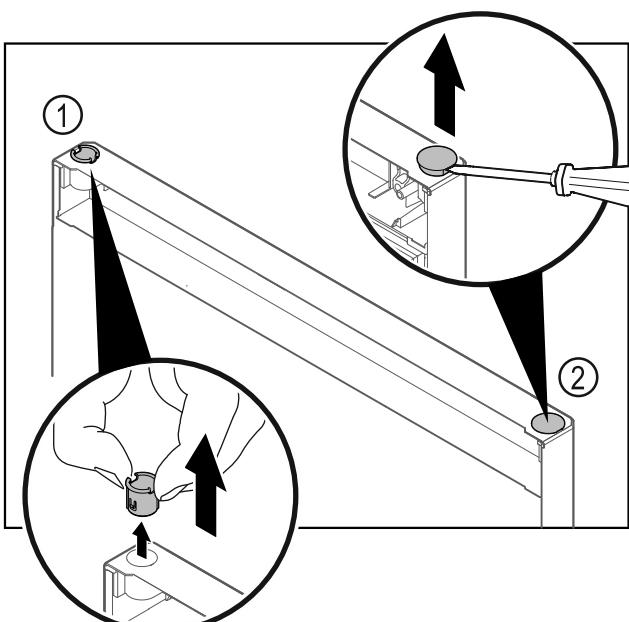

Fig. 22 Πόρτα τμήματος συντήρησης
- Τραβήξτε έξω την υποδοχή μεντεσέ Fig. 22 (1) με τα δάχτυλα.
- ▶ Ανασηκώστε προσεκτικά την τάπα Fig. 22 (2) με ένα ίσιο κατσαβίδι και τραβήξτε την έξω.